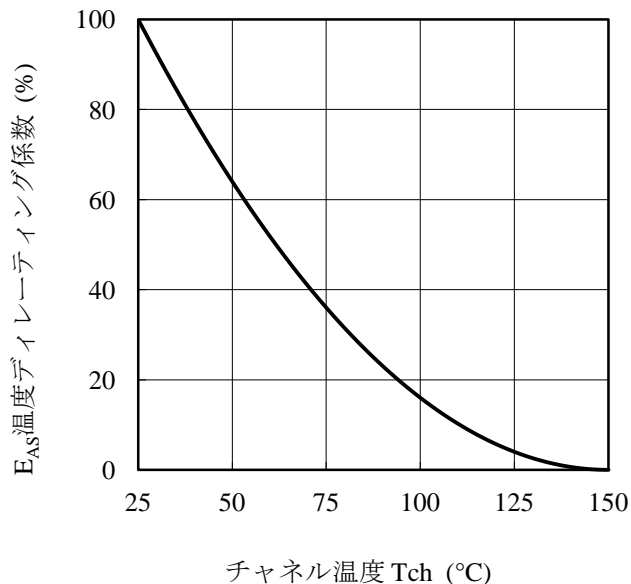

図 3-2 アバランシェエネルギー耐量デイレーティング曲線
(2) 図 3-2 アバランシェエネルギー耐量ディレーティング曲線参照